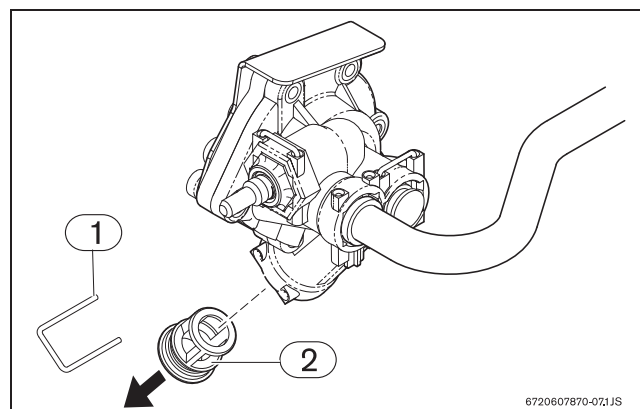

Fig. 9 Purga
- ▶ Retirar el clip de fijación del casquillo del filtro (Fig. 9, [1]) situado en el automático de agua.
- ▶ Retirar el casquillo del filtro (Fig. 9, [2]) del automático de agua.
congelación, apague y vacíe el aparato (Fig. 9).